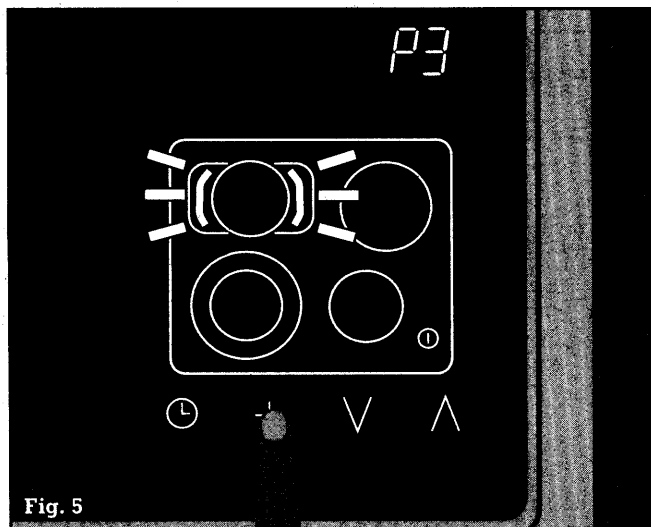

Fig. 5
- ... toque el símbolo +. En el cuadro de indicación del temporizador se ilumina **P3**. En el cuadro de indicación de la zona de cocción 2 (posterior izquierda) parpadea el símbolo de la activación adicional () (Fig. 5).